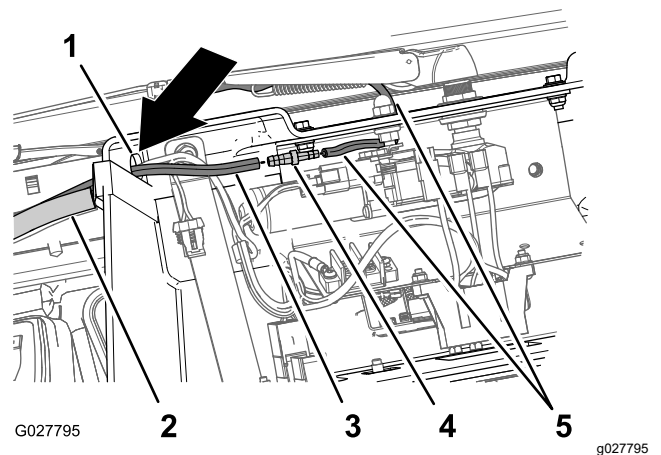

Bild 38
- Verlegen Sie an der Dachkonsole ein Ende des Schlauches durch das Loch in der Dachkonsole (Bild 38)
- Stecken Sie das kleine Ende des gezahnten Schlauchanschlussstücks in das Ende des Schlauchs vom Scheibenwischerarm, bis das Anschlussstück fest sitzt (Bild 38).
- Stecken Sie das große Ende des gezahnten Schlauchanschlussstücks in das Ende des Schlauchs, bis das Anschlussstück fest sitzt (Bild 38).